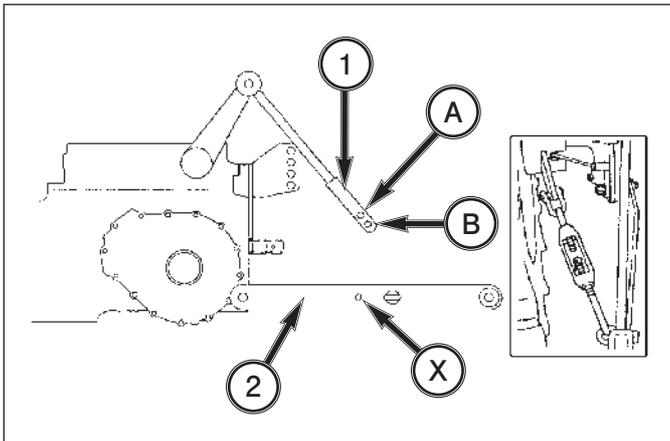

FIG. 5-27
**FIG. 5-27:** Les tiges de levage, 1, et les bras inférieurs, 2, offrent aussi des positions multiples. En principe, le trou inférieur, B, de chaque tige de levage se fixe au trou avant, X, du bras inférieur.